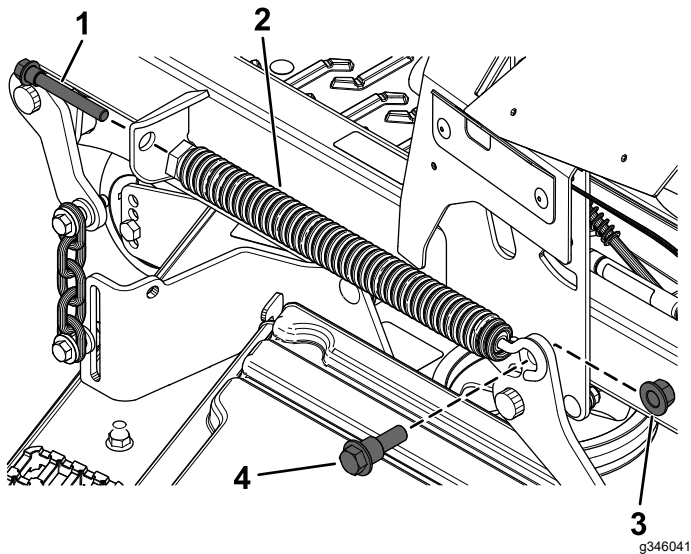

Figura 6
1. Retire el perno del muelle que sujeta el extremo delantero del muelle de elevación de la carcasa (Figura 6).
2. Retire el perno de cuello largo y la contratuerca ( $\frac{1}{2}$ " ) que sujetan el extremo trasero del muelle de elevación de la carcasa (Figura 6).
3. Retire el muelle de elevación de la carcasa (Figura 6).